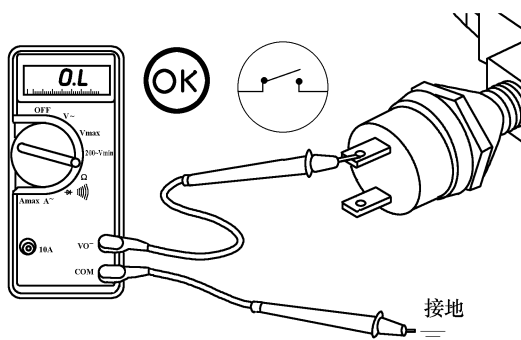

图 5-236 当排出压力低时, 测量开关一个端子与接地间的电阻
(3) 检查是否对地短路 当空调系统排出压力低时, 测量开关的一个端子与接地间的电阻, 如图 5-236 所示, 万用表必须显示开路, 电阻大于 $100k\Omega$ 。如果电路不是开路, 则说明开关存在故障, 应当进行维修或更换。